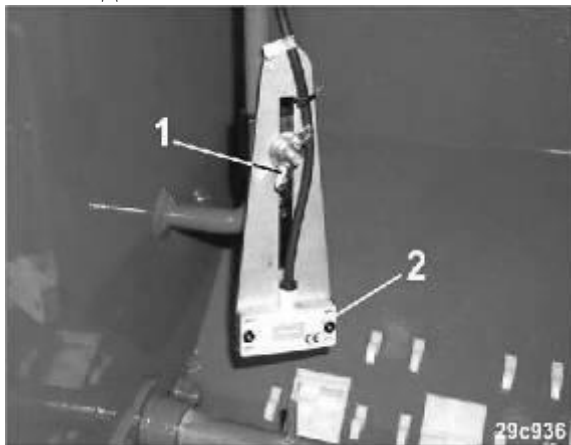

Рис.58
1. Открутите барашковую гайку (Рис. 58/1).
2. Установите высоту датчика уровня наполнения (Рис. 58/2) в соответствии с необходимым остаточным количеством посевного материала.
3. Затяните барашковую гайку (Рис. 58/1).